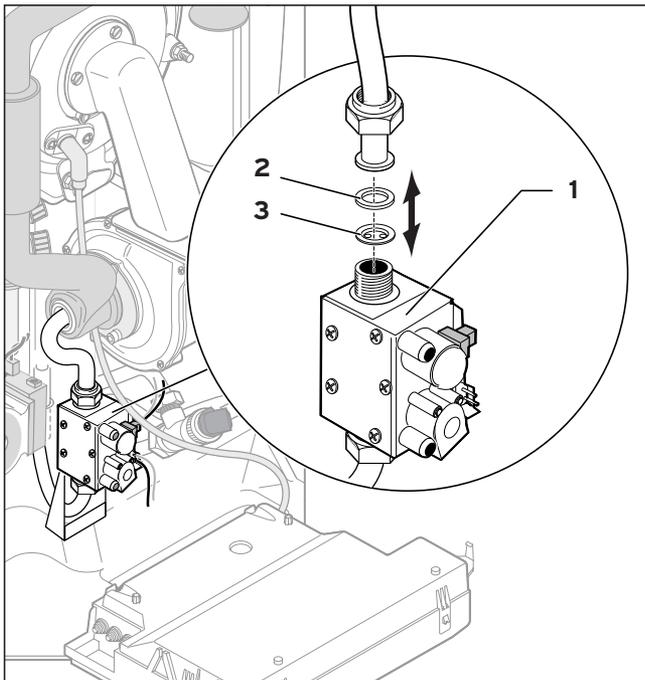

Abb. 5.3 Gasblende tauschen
- Für die Umrüstung des Gerätes von Erdgas- auf Flüssiggasbetrieb tauschen Sie die eingebaute Gasblende inklusive der Dichtung (2, 3) gegen die dem Gerät beigepackte entsprechende Flüssiggasblende aus (s. Abb. 5.3) (Tab. 5.1).